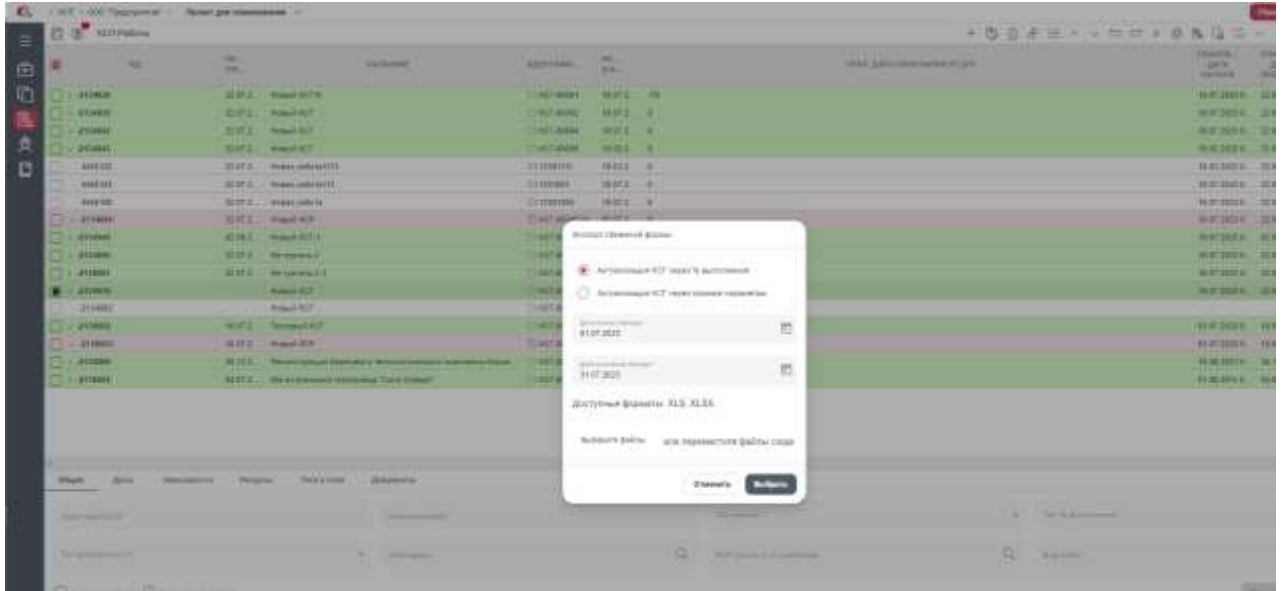

Рисунок 138– Расчет расписания
7. После импорта выполнить расчет расписания (Рисунок 138) на новую отчетную дату* (дата окончания импортируемого периода).